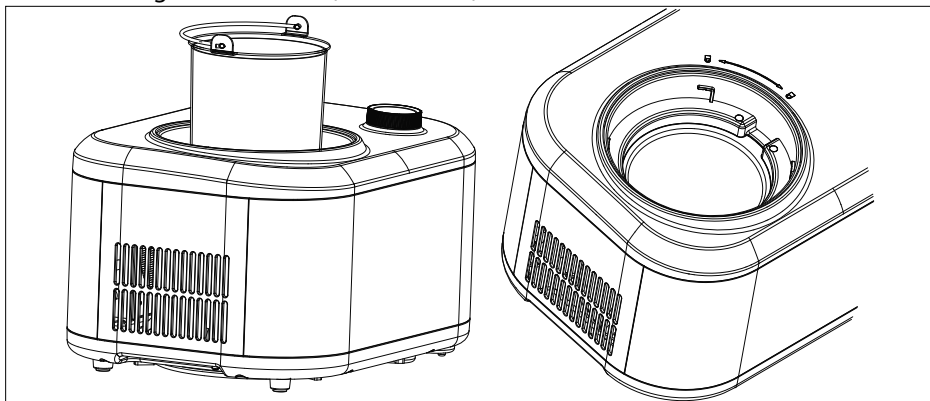

Abb. 4
- ▶ Setzen Sie den Aluminiumbehälter in die Kühlschale ein, wobei beide Enden des Griffs des Aluminiumbehälters in die Aussparungen am oberen Ring der Kühlschale eingesetzt werden (siehe Abb. 4).